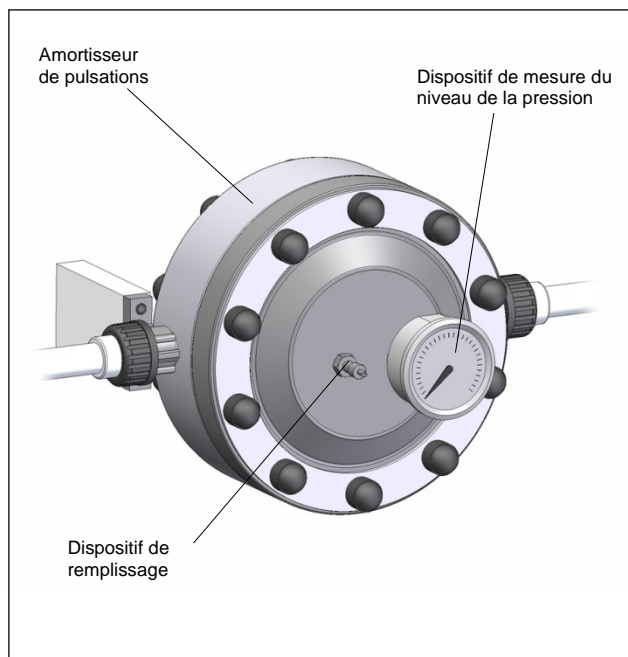

Fig. 11 Équipement de remplissage et de mesure du niveau de pression
- Le dispositif de remplissage voire l'équipement de remplissage et de mesure du niveau de pression doivent être bien visibles et faciles à commander (cf. fig. 11).